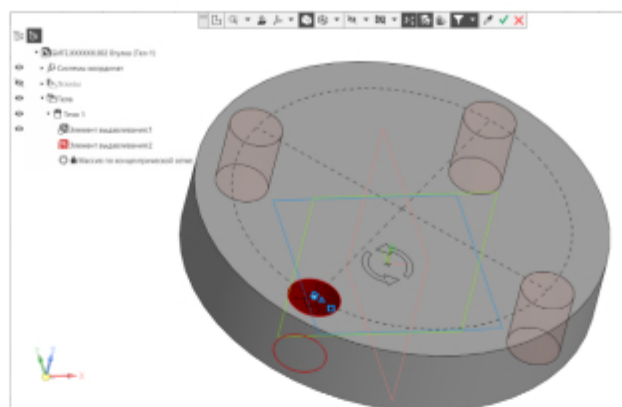

Рис. 17 Команда «Массив по концентрической сетке»
- **Твердотельное моделирование – Массив, копирование – Массив по концентрической сетке.** Параметры операции: элемент массива – Элемент выдавливания 2 (отверстие); Ось массива – ось Z; количество элементов – 4; угол – 360° (рис. 17).